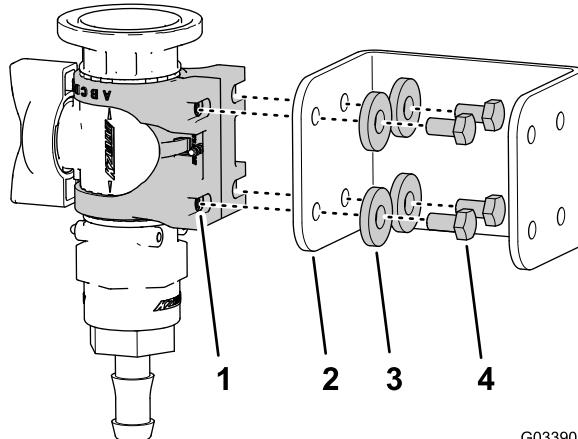

Рисунок 12
3. Установите крепление клапана на кронштейн регулирующего клапана (Рисунок 12) с помощью 4 болтов (6 x 12 мм) и 4 плоских шайб; затяните болты с моментом от 10 до 12 Н·м.